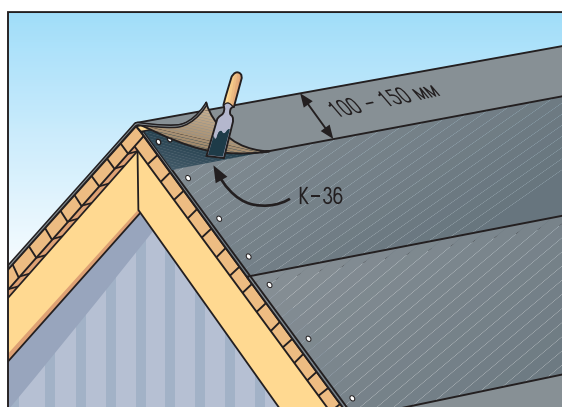

Рис. 4
- На коньке подкладочные ковра, уложенные вдоль первого ската, обрезаются по коньку, и затем верхний край гвоздями фиксируется к настилу крыши. Подкладочный ковер противоположного ската перекрывает конек на 150 мм и соединяется с подкладочным ковром первого ската с помощью Битумного клея К-36 (Рис. 4).